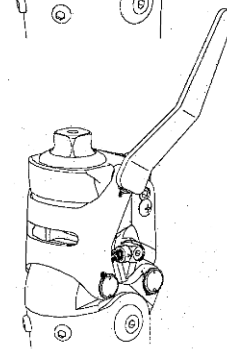

Fig. 5
c) A l'aide d'un outil spécial pour le serrage des boulons dentés, serrer le bouton **A** (figure 5) d'un pas simple, puis vérifier le degré de jeu. S'il y a encore du jeu, serrer à nouveau.